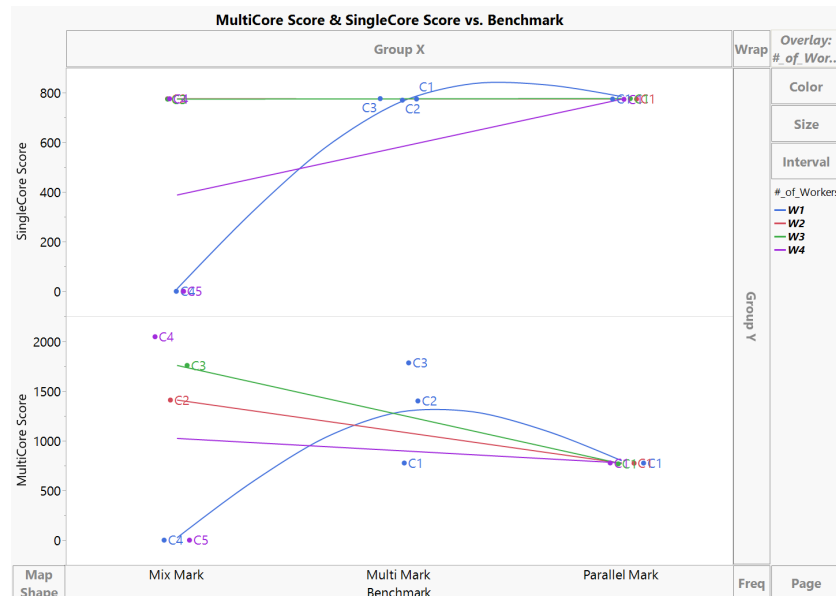

Figura 4: Estudio experimental de de contextos vs de workers.
- a) Cómo ya se exploró en la sección anterior, se observa como Coremark Pro es sensitivo al número de contextos como a la cantidad de workers utilizados, es por esto que se toman esas variables para hacer el análisis sensitivo. Se corren los 3 principales escenarios del benchmark como lo son Multi Mark, Parallel Mark, y Mix Mark. En la figura 4 se puede observar como se dan variaciones, además se dividen los resultados en un multicore y un single core. Para el escenario de Mix Mark, es en el que se da una mayor variabilidad, lo cual es esperado ya que se modifican tanto el contexto como los workers. En este caso, obtenemos el mejor resultado al tener C4 y W4. Al intentar colocar C5, se observa como el resultado es 0, esto es debido a que si el contexto es mayor al número de workers el benchmark va a fallar. Ahora, para el escenario Multi Mark, en donde únicamente se modifica el contexto y se mantiene W1, se observa como a mayor cantidad de contexto se obtiene un mayor score, lo esperado ya que se ejecutan más funciones en paralelo en el kernel. Se intentó correr C4 pero el procesador no lo permitió, al igual que en el caso anterior. Para parallel mark no se obtuvo mucha variación al modificar la cantidad de workers y manteniendo un único contexto.